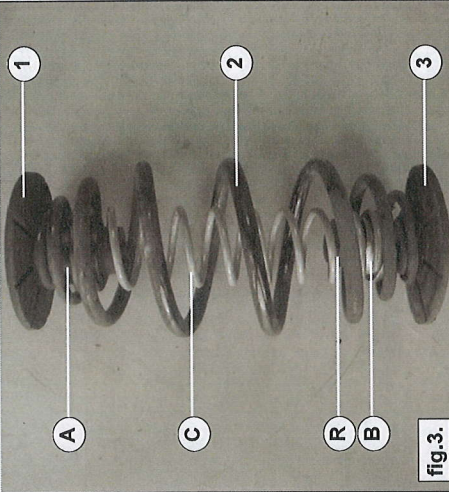

fig.2.
4. Draai de hulpveer C via de zijkant in de hoofdveer 2. Zie fig. 2.
4. Screw the auxiliary spring C inside the mainspring 2 from the side. See fig. 2.